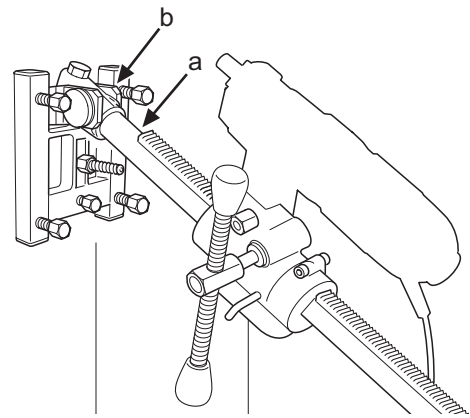

Fig.9
2. La columna de perforación se monta en el soporte angular de la placa base. Apretar el tornillo de fijación (a) con una llave Allen de 8 mm (fig. 9). Girar la caja de alimentación 180° y montarla de nuevo en la columna de perforación. La perforadora se monta en la fijación rápida. La columna de perforación se puede girar 360° progresivamente y se fija en cada posición con el tornillo de fijación (a).
2. A coluna de perfuração é montada no suporte angular da placa base. Apertar o parafuso de fixação (a) com a chave Allen de 8 mm (Fig. 9). Rodar a caixa de alimentação 180° e montá-la novamente na coluna de perfuração. A perfuradora é montada na fixação rápida. A coluna de perfuração pode ser rodada progressivamente 360° e é fixada na posição desejada com o parafuso Allen (a).
2. The drill column is mounted on the base plate's angle bracket. Tighten the locking screw (a) using an 8 mm hex-key (Fig. 9). The feed housing is turned 180° and refitted on the drill column. The drilling machine is refitted in the quick-action attachment. The drill column can be rotated through 360° and locked in any position with the locking screw (a).
3. The drill column is set at the required angle by tightening the nut (B) using a 30 mm spanner.